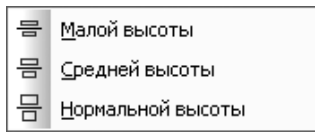

Рис. 5.107. Всплывающее меню пункта **Дробь**
- **Дробь** вызывает всплывающее меню для вставки дробей (рис. 5.107) с пунктами: